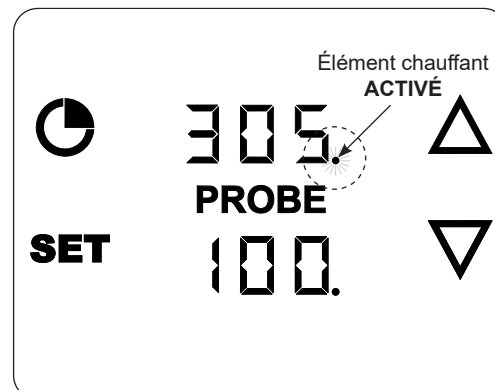

Fig. 39-2 Élément chauffant ACTIVÉ
- Le **point** à côté de la température de cuisson indique que l'élément chauffant est **activé**. Le **point** s'allume et s'éteint de manière intermittente lorsque l'élément maintient la température réglée. Voir Fig. 39-2.